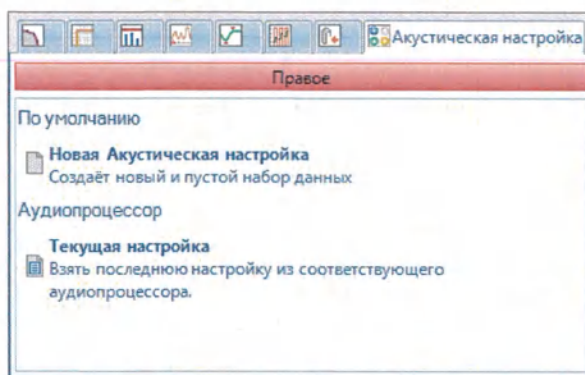

Рис. 136 Диалоговое окно открытия задачи «Акустическая настройка»
1. При нажатии кнопки **Новая задача** открывается диалоговое окно задачи, показанное на рис. 136, в котором можно выбрать вкладку «Акустическая настройка» и открыть настройку, щелкнув пункт **Новая акустическая настройка**.